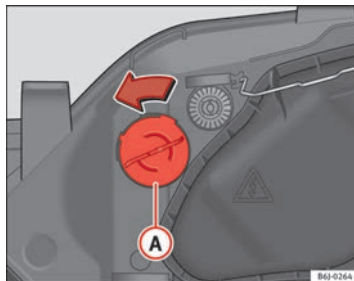

Fig. 160 Indicatore di direzione
- Ruotare il portalampada ⇒ fig. 160 **A** verso sinistra e tirare.